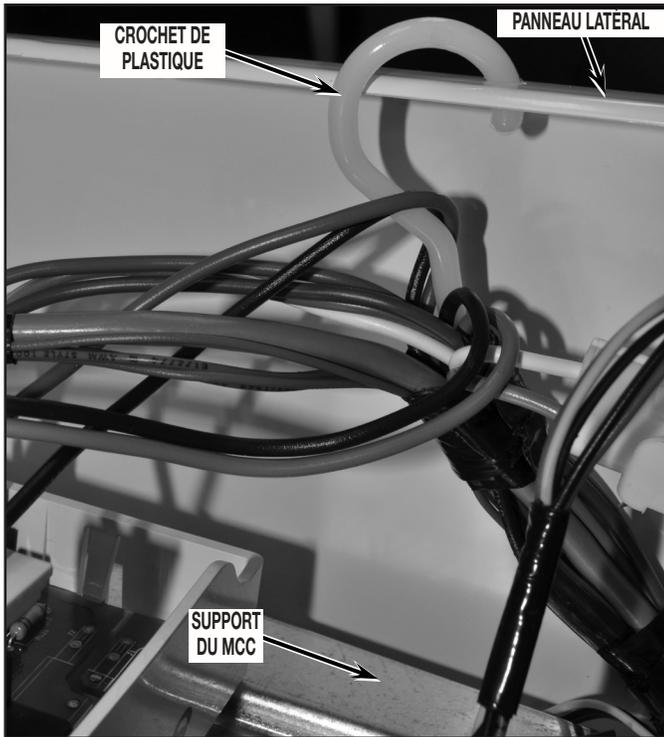

FIGURE 16
20. Pour l'obtention d'un accès approprié au brûleur, il sera nécessaire d'enlever le tambour. Avant l'extraction du tambour de la sécheuse, il est nécessaire de retenir le module de commande central et sa bride à la position appropriée sur le panneau latéral au moyen du crochet de plastique (accrochage sur le faisceau de câblage principal); ainsi le module de commande central sera suspendu sur place et il ne tombera pas lors de l'extraction du tambour. Voir *Figure 16*.